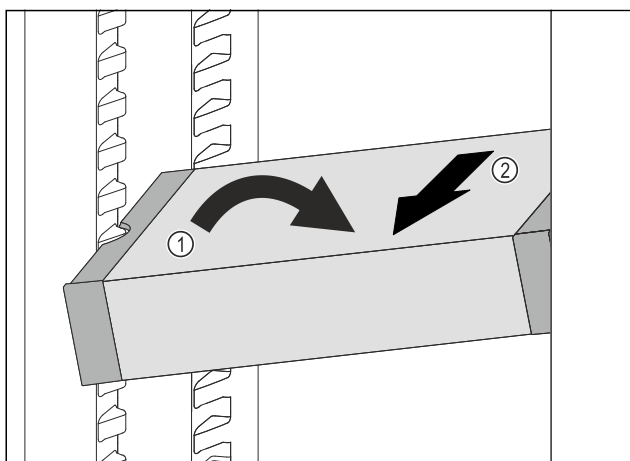

Fig. 117
- 在冷藏区中倾斜 VarioSafe。 Fig. 117 (1)
- 向前取出 VarioSafe。 Fig. 117 (2)